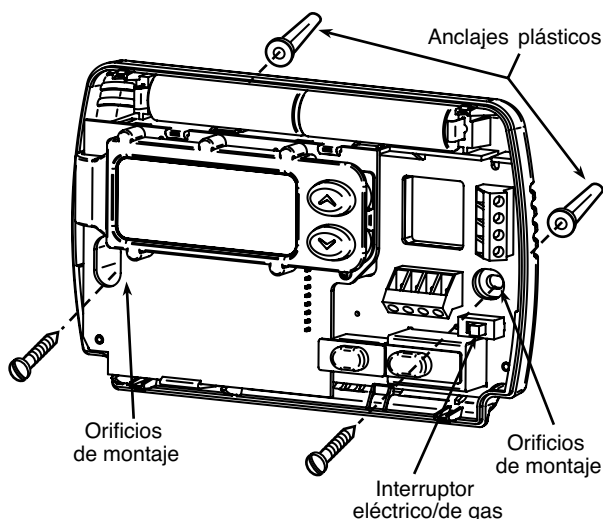

Figura 1. Base del termostato
Este termostato está configurado de fábrica para operar un sistema de aire forzado con combustible fósil (gas, aceite, etc.) de calor/frío. Está correctamente configurado para cualquier sistema que NO requiera que el termostato energice el ventilador en una llamada de calor. Si su sistema es un sistema eléctrico o de bomba de calor que REQUIERE que el termostato encienda el ventilador en una llamada de calor, ubique el **interruptor GAS/ELECTRIC** (vea la figura 1) y colóquelo en la posición **ELECTRIC**. Esto permitirá al termostato energizar el ventilador inmediatamente en una llamada de calor. Si no está seguro si el sistema de calefacción/refrigeración requiere que el termostato controle el ventilador, póngase en contacto con un servicio técnico de calefacción y aire acondicionado calificado.
5. Fije la base a la pared sin ajustarla demasiado, como muestra la figura 1, usando dos tornillos de montaje. Coloque un nivel contra la parte inferior de la base, ajústela hasta que quede bien nivelada y luego apriete los tornillos. (Esto es por razones estéticas solamente y no afectará el funcionamiento del termostato.) Si utiliza los orificios de montaje existentes, o si los orificios perforados son demasiado grandes y no le permiten ajustar bien la base, use anclajes plásticos para fijar la subbase.
Si aparece el mensaje "**LO BATTERY**", significa que las pilas tienen poca carga y deben cambiarse. Para obtener resultados óptimos, cambie todas las pilas por pilas alcalinas nuevas de alguna marca líder como Duracell® o Energizer®. Para cambiar las pilas, instálaslas a lo largo de la parte superior de la base (vea la figura 1). Las pilas deben instalarse con los polos positivos (+) hacia la izquierda.